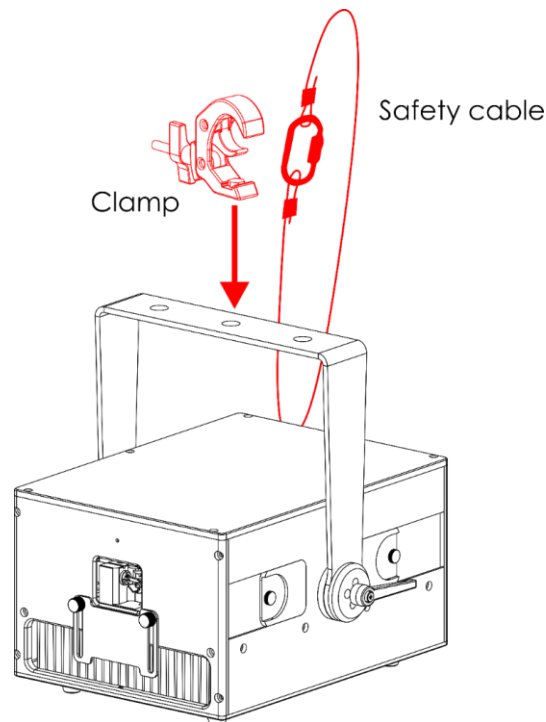

Abb. 10
- 01) Befestigen Sie das Gerät mit einer Schelle an der Tragstruktur, wie in Abb. 10 dargestellt. Stellen Sie sicher, dass sich das Gerät nicht frei bewegen kann.
- 02) Sichern Sie das Gerät mit einer Sekundäraufhängung, z. B. einem Sicherheitskabel. Stellen Sie sicher, dass die Sekundäraufhängung das 10-fache Gewicht des Geräts tragen kann. Wenn möglich, sollte die Sekundäraufhängung unabhängig von der Primärhalterung an der Tragstruktur befestigt werden. Führen Sie das Sicherheitskabel durch den **Sicherheitsring (18)** wie in Abb. 10 gezeigt.